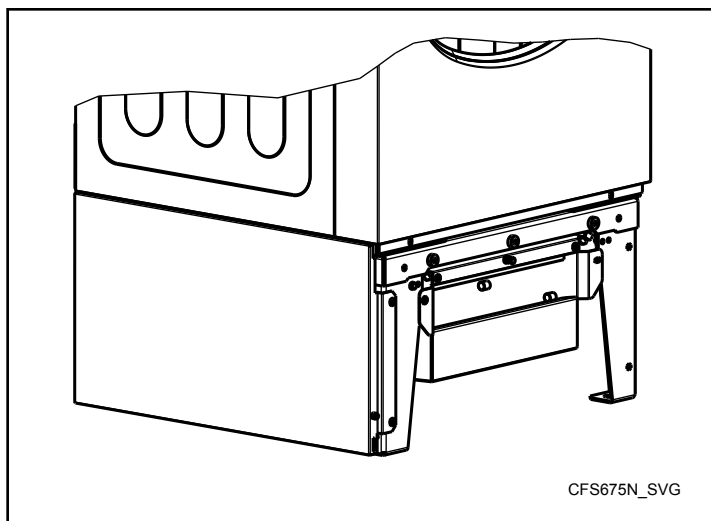

Рис. 59
2. Снимите переднюю крышку рамы основания фильтра. См. Рис. 59.